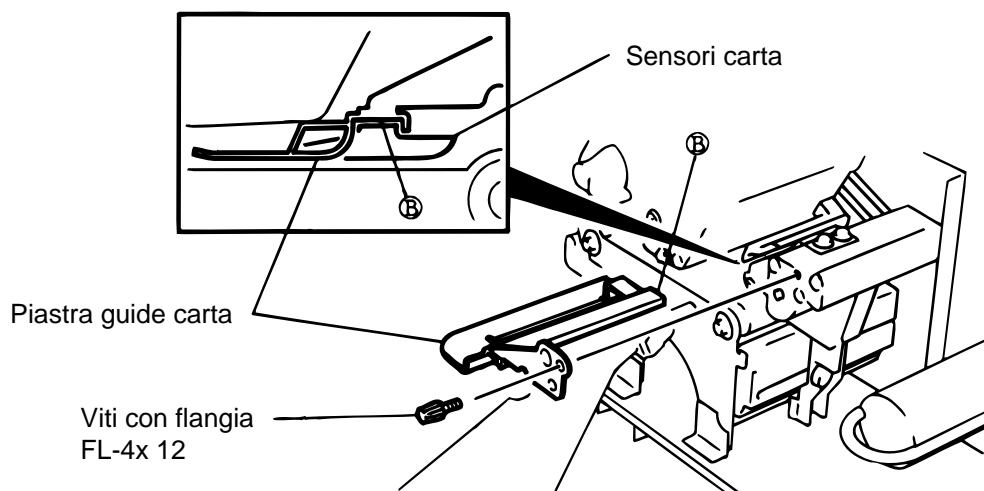

Fig. 9-2
3. Portare la leva della testina sulla posizione ③, quindi aprire il pannello del nastro.
4. Rimuovere le viti con flangia per togliere la guida carta (Vedi Fig. 9-2.)
8. Posizionare la sezione ② del piano guida carta sul sensore . Fissare il piano guida carta usando le viti con la flangia.